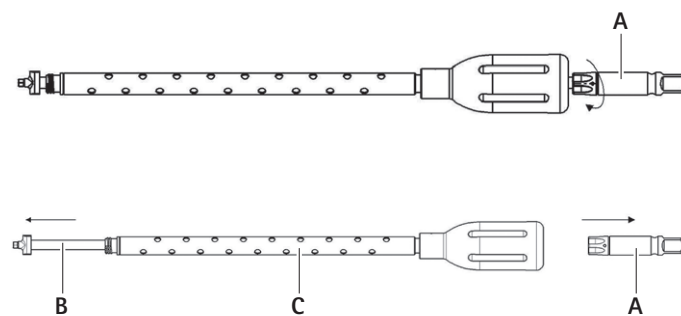

Abb. 12 Demontage des TH-Schraubendrehers mit Gewinde
6.5 S⁴ Cervical TH-Schraubendreher mit Gewinde (12)
- ▶ Schraubendreherchaft B durch die Griffhülsen-Baugruppe C schieben, siehe Abb. 12.